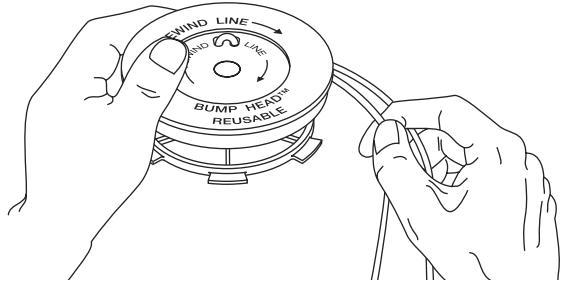

Fig. 19
7. Bobine las lneas en capas parejas y ajustadas sobre el carrete (Fig. 19). Bobine la lnea en la direccin indicada en el carrete interior. Coloque su dedo ndice entre las dos lneas para evitar que se superpongan. No superponga los extremos de la lnea. Proceda al paso 11.